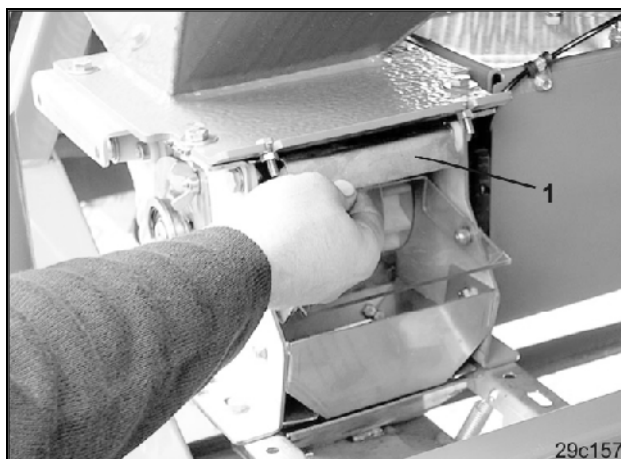

Fig. 71
- Закройте заслонку (Fig. 71/1) чтобы предотвратить выход посевного материала из бункера посевного материала.
На рис (Fig. 71) показана заслонка в открытом положении.
Откройте заслонку (Fig. 71/1)!